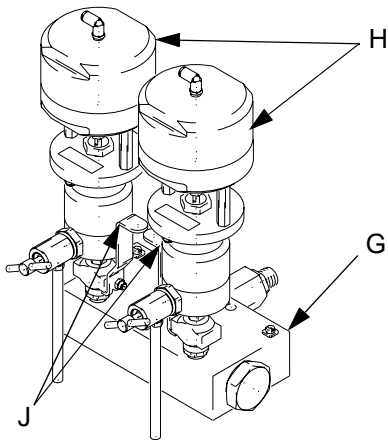

FIG. 2
7. Desmonte las válvulas dosificadoras (H) y las válvulas de cierre (J) del colector de fluido (G). FIG. 2.